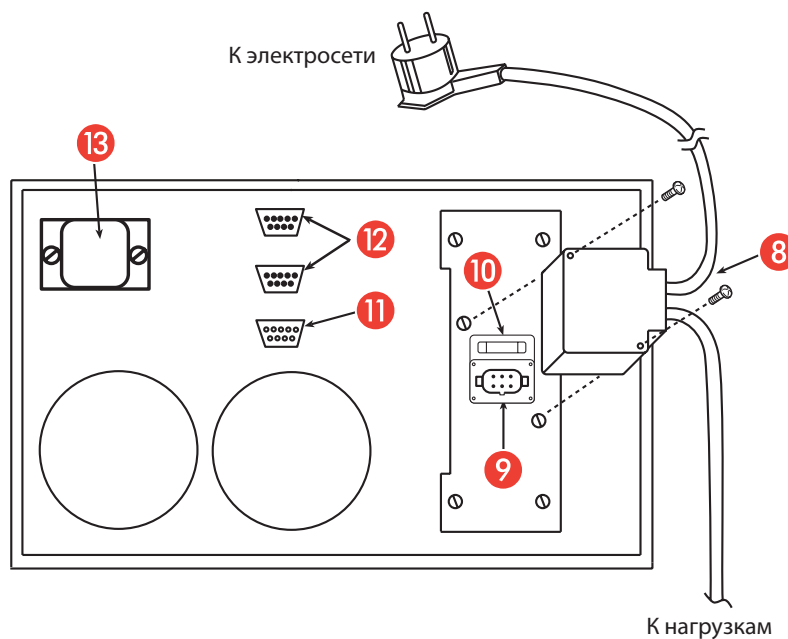

Рис. 2
Один кабинет (рис. 2):
4. Вставьте соединитель входа/выхода в штепсельный разъём [9] сзади на ИБП и закрепите его винтами из комплекта поставки (см. рис. 2).
1. Выкрутите винты 1 и 2, как показано на рис.2.